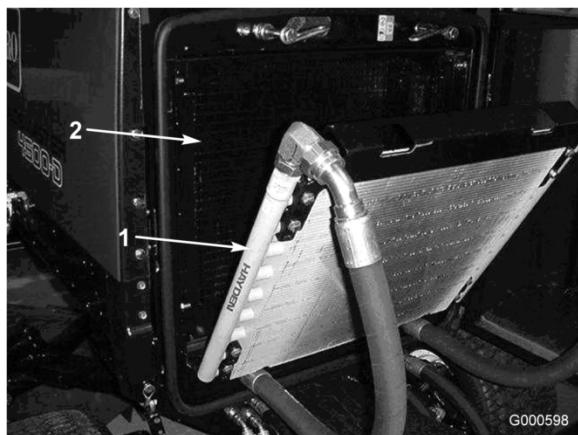

Figura 50
3. Girate indietro il radiatore dell'olio. Pulite accuratamente entrambi i lati dell'area del refrigeratore dell'olio e del radiatore utilizzando aria compressa (Figura 50).